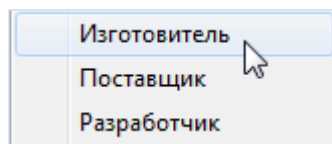

Рис. 9-50 – Выбрать тип связи между организацией и компонентом
3) В появившемся списке выбрать тип связи между организацией и компонентом – «Изготовитель», «Поставщик» или «Разработчик» (4 на рис. 9-50).